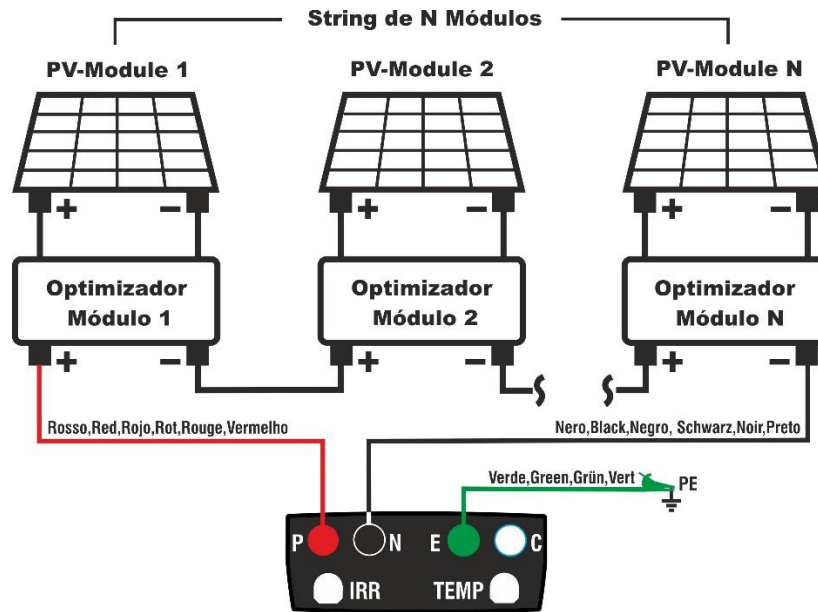

Fig. 10: Conexión del instrumento para la medida de aislamiento con optimizadores
5. Conecte el instrumento a la salida de la serie de optimizadores asociados a la string en pruebas como se muestra en la Fig. 10. En particular, conecte el polo Positivo de la salida del **primer optimizador** en la entrada P, el polo Negativo de la salida **del último optimizador** al terminal N y el terminal E al nodo principal de tierra de la instalación
4. Conecte el instrumento a la salida de la serie de optimizadores asociados a la string en pruebas como se muestra en la Fig. 10. En particular, conecte el polo Positivo de la salida del **primer optimizador** al terminal P, el polo Negativo de la salida **del último optimizador** al terminal N y el terminal E al nodo principal de tierra de la instalación